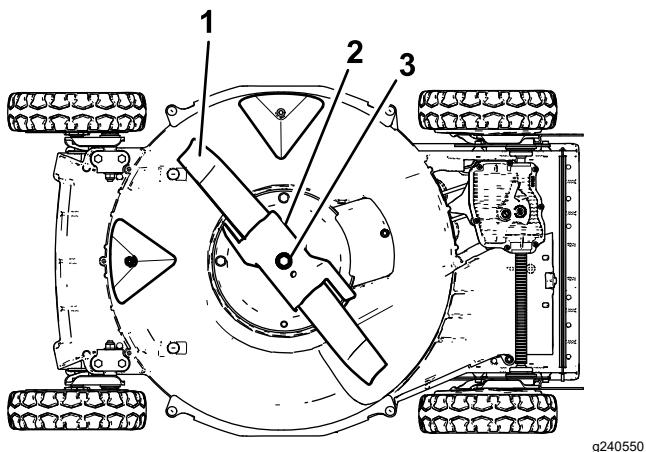

Figura 23
3. Amplasai maina pe o parte, așa cum este ilustrat în Figura 23.